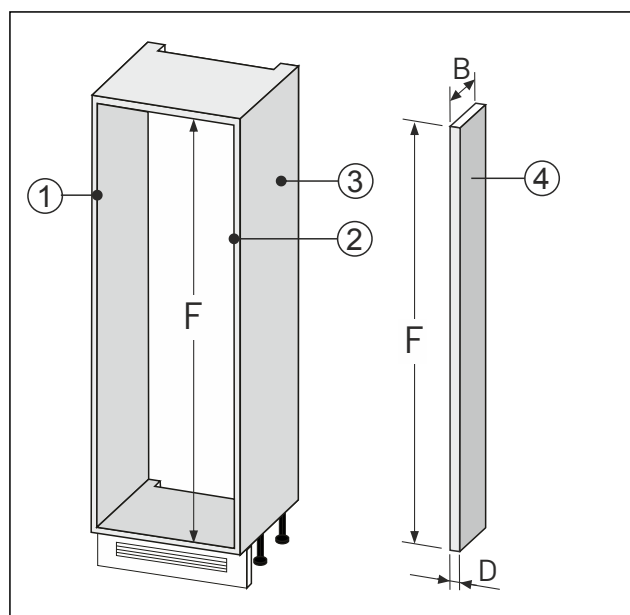

Fig. 92
- Opprett veggutjevning Fig. 92 (4) i henhold til målene ovenfor.